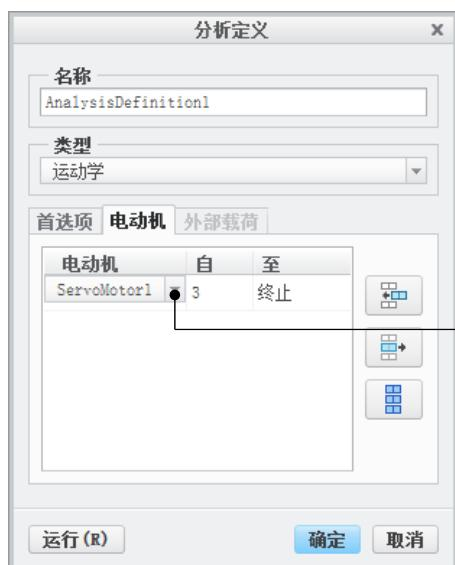
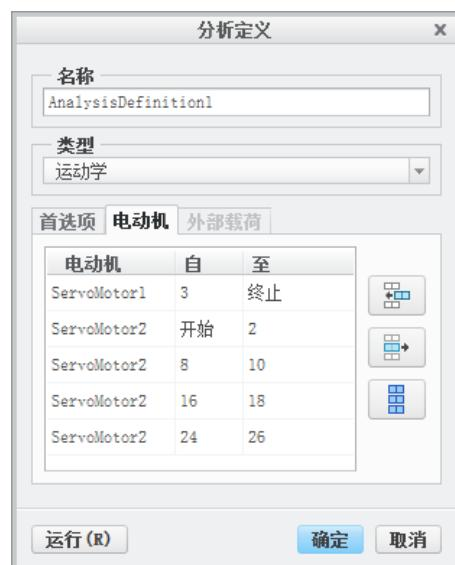

图 9.1.23 “电动机”选项卡
图 9.1.24 定义电动机配置
(1) 选择命令。单击**分析**区域中的“机构分析”按钮 \textcircled{A} ，系统弹出“分析定义”对话框。
(2) 定义分析类型。在**类型**下拉列表中选择**运动学**选项。
(3) 定义时间参数。在 **终止时间** 文本框中输入值 27，在 **帧频** 文本框中输入值 20。
(4) 定义初始配置。在 **初始配置** 区域中选择 快照 单选项。
(5) 定义电动机配置。单击 **电动机** 选项卡，在“电动机”选项卡中进行如下电动机配置。
① 单击“添加新行”按钮 , 在 **电动机** 列表中选择 **ServoMotor1**，在 **自** 区域下方的文本框中输入值 3，如图 9.1.23 所示。
② 单击“添加新行”按钮 , 在 **电动机** 列表中选择 **ServoMotor2**，在 **至** 区域下方的文本框中输入值 2。
③ 单击“添加新行”按钮 , 在 **电动机** 列表中选择 **ServoMotor2**，在 **自** 区域下方的文本框中输入值 8，在 **至** 区域下方的文本框中输入值 10。
④ 单击“添加新行”按钮 , 在 **电动机** 列表中选择 **ServoMotor2**，在 **自** 区域下方的文本框中输入值 16，在 **至** 区域下方的文本框中输入值 18。
⑤ 单击“添加新行”按钮 , 在 **电动机** 列表中选择 **ServoMotor2**，在 **自** 区域下方的文本框中输入值 24，在 **至** 区域下方的文本框中输入值 26，如图 9.1.24 所示。